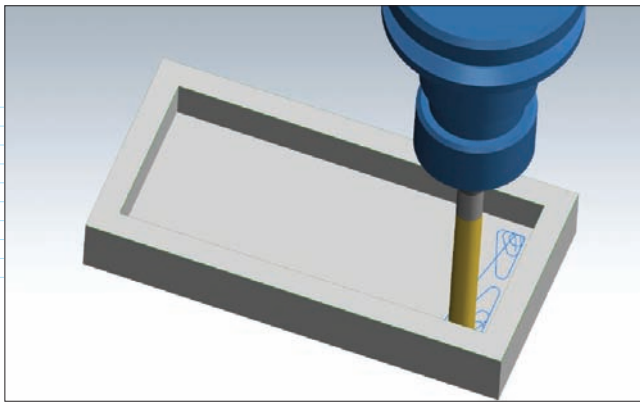

Рис. 6. Дообработка двух оставшихся углов: сначала верхнего, потом – нижнего
- обработка оставшихся двух углов (рис. 6).